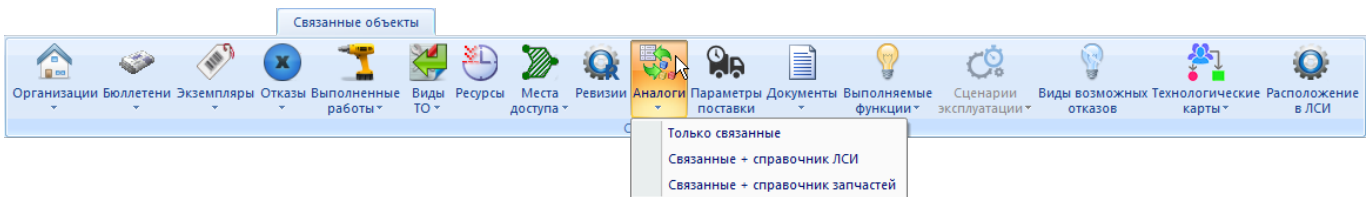

Рис. 10-46 – Кнопка «Аналоги» панели «Связанные объекты»
- 3) Открыть для него связанное окно «Аналоги» и справочник ЛСИ или запчастей, нажав кнопку «Аналоги» панели «Связанные объекты» (рис. 10-46).